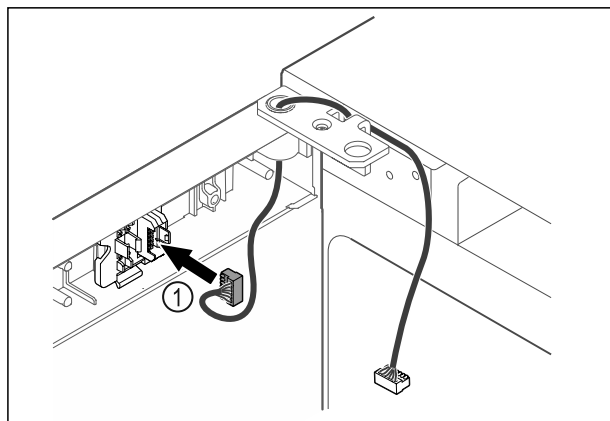

Fig. 45
- ▶ Inserire il connettore Fig. 45 (1) nel porta-connettore.